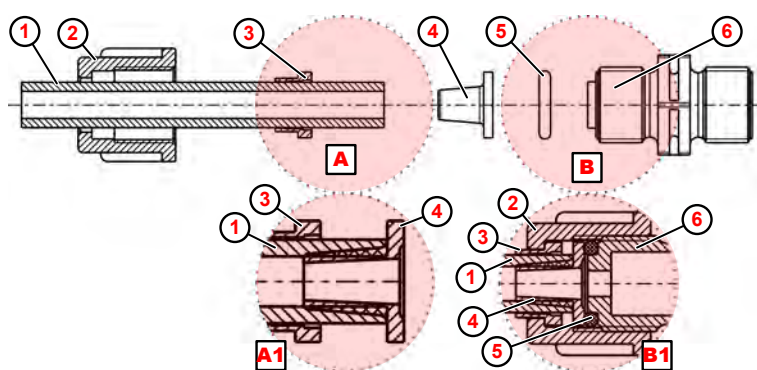

Fig. 8: Conexión de manguera y conexión de tubo con pieza cónica
1. ➤ Realizar un corte recto en la manguera (Fig. 8 , ①).
2. ➤ Empujar la tuerca de unión ② sobre la manguera ① .
3. ➤ Empujar la pieza de sujeción ③ sobre la manguera ① .
4. ➤ Empujar la manguera ① hasta el anillo de tope de la pieza cónica ④ (detalle **A1**).
5. ➤ Empujar la pieza de sujeción ③ en dirección a la pieza cónica ④ hasta notar resistencia.
6. ➤ Colocar la junta tórica ⑤ en la ranura de la válvula de descarga o aspiración ⑥ .
7. ➤ Apretar la tuerca de unión ② (detalle **B1**).